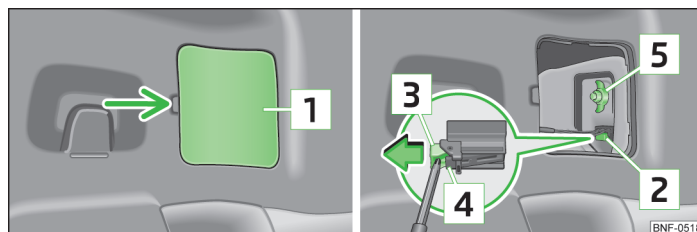

Fig. 131 Afmontering af baglygte
- Vip afdækningen [1] » Fig. 131 af, skub skruetrækkeren » Side 136, *Bilens værktøj* ind under underkanten af låsemekanisme [3], og træk låsemekanismen på stikket [2] i pilens retning.